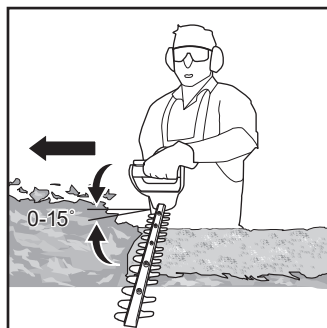

Fig. 6
6. Tras cortar ambos lados, continúe con la parte superior. Intente mantener el dispositivo con una inclinación de  $15^\circ$ , aproximadamente, con respecto a la superficie de corte (Fig. 6).